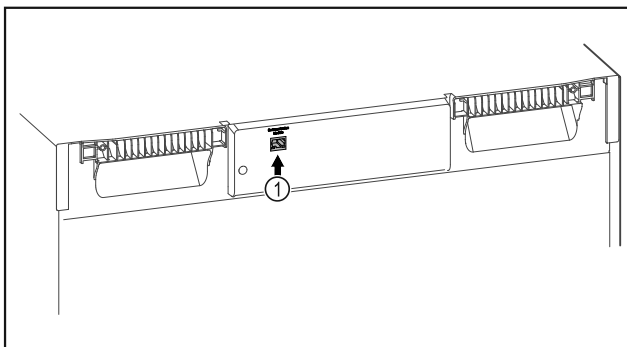

Fig. 113
- Το SmartModule Fig. 113 (1) χρησιμοποιείται.